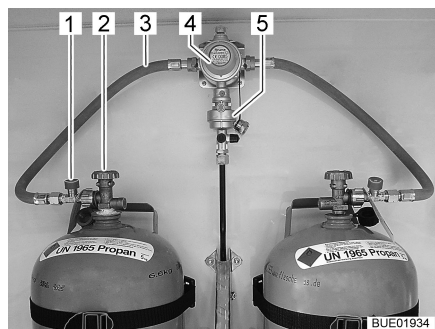
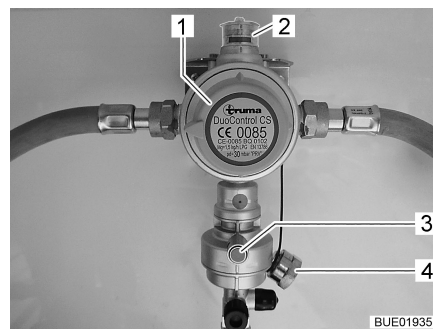
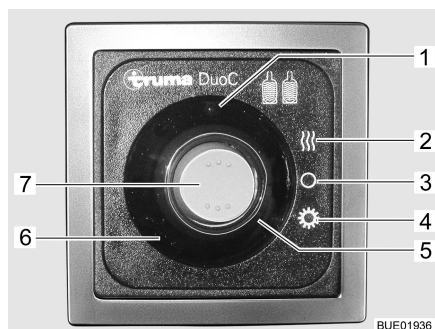

Fig. 39 Bouteilles de gaz avec DuoControl
Fig. 40 Système de réglage DuoControl
Fig. 41 Unité de commande DuoControl
Le système de réglage DuoControl se compose d'une valve de commutation (Fig. 39,4) et d'un capteur de crash (Fig. 39,5). Le système de réglage est monté entre les lyres (Fig. 39,3) avec une sécurité de rupture de tuyau (Fig. 39,1). Un bouton rotatif (Fig. 40,1) situé sur la valve de commutation permet de définir laquelle des bouteilles de gaz est celle de service et laquelle est celle de réserve.
L'état de l'alimentation en gaz est affiché sur le regard (Fig. 40,2) :
Le fonctionnement avec une seule bouteille de gaz est autorisé, la prise à découvert doit cependant être obturée avec le couvercle borgne (Fig. 40,4) dans ce cas-là.
Le capteur de crash coupe l'arrivée du gaz en cas de secousses importantes (par exemple accident). Le capteur de crash s'active en appuyant sur le bouton Reset vert (Fig. 40,3).
La sécurité de rupture de tuyau (Fig. 39,1) coupe l'arrivée de gaz quand le tuyau raccordé se rompt. La sécurité de rupture de tuyau s'active en appuyant sur la touche verte.
L'arrivée du gaz s'ouvre et se ferme sur l'unité de commande (Fig. 41) au moyen du système de réglage DuoControl. Les robinets principaux (Fig. 39,2) des bouteilles de gaz et les robinets d'arrêt de gaz des appareils doivent être ouverts manuellement.
Les régimes hiver et été se commutent au moyen du commutateur à bascule (Fig. 41,7) de l'unité de commande.
Les deux voyants de contrôle de l'unité de commande indiquent le niveau de remplissage de la bouteille de service. Le voyant de contrôle vert (Fig. 41,6) est allumé quand la bouteille de service est suffisamment pleine. Lorsque le voyant de contrôle rouge (Fig. 41,5) s'allume, la bouteille de service est vide. L'alimentation en gaz s'effectue également par la bouteille de réserve.
- Choisir la bouteille de gaz avec le bouton rotatif (Fig. 40,1) de la valve de commutation à partir de laquelle le gaz sera utilisé principalement (bouteille de service). Toujours tourner le bouton rotatif à fond.
- Ouvrir les robinets principaux (Fig. 39,2) des bouteilles de gaz.
- Appuyer sur la touche verte de la sécurité de rupture de tuyau (Fig. 39,1). Le repère vert est affiché sur le regard (Fig. 40,2).
- Activer le système de réglage DuoControl sur l'unité de commande (Fig. 41). Pour ce faire, régler le commutateur à bascule (Fig. 41,7) sur régime hiver (Fig. 41,2) ou bien sur régime été (Fig. 41,4). Le voyant de contrôle jaune du dégivreur (Fig. 41,1) s'allume quand le régime hiver est choisi.
- Placer le commutateur à bascule (Fig. 41,7) sur la position ARRÊT (Fig. 41,3). Les voyants de contrôle s'éteignent.
- Fermer les robinets principaux (Fig. 39,2) des bouteilles de gaz.
Le voyant de contrôle vert (Fig. 41,6) s'éteint durant le fonctionnement et le voyant de contrôle rouge (Fig. 41,5) s'allume quand la bouteille de service est vide et doit être remplacée. Le repère rouge est indiqué sur le regard (Fig. 40,2). La bouteille de réserve alimente les appareils à gaz.
- Tourner le bouton rotatif (Fig. 40,1) d'un demi-tour en direction de la bouteille de gaz actuellement utilisée. Cette bouteille de gaz devient alors la bouteille de service, la bouteille vide devient celle de réserve. Le repère dans le regard (Fig. 40,2) passe du rouge au vert.
- Fermer le robinet principal (Fig. 39,2) de la bouteille de gaz vide. Observer le sens de la flèche.
- Appuyer sur la touche verte de la sécurité de rupture de tuyau (Fig. 39,1).